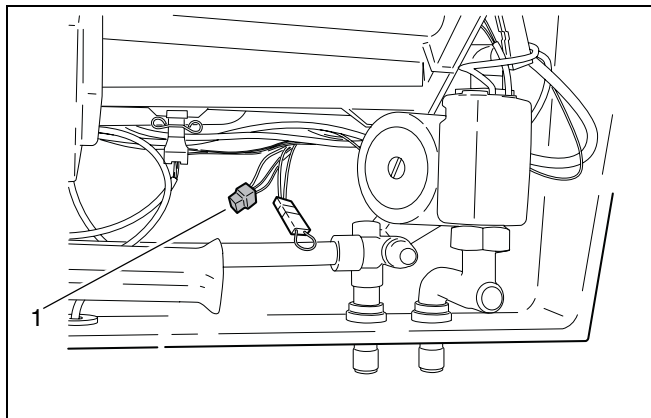

Fig. 12 Collegamento della valvola a tre vie di un riscaldatore acqua con accumulatore esterno
- In caso di valvola a tre vie con spina: Collegare il connettore a spina con la spina dell'accumulatore esterno (fig. 12, pos.1).